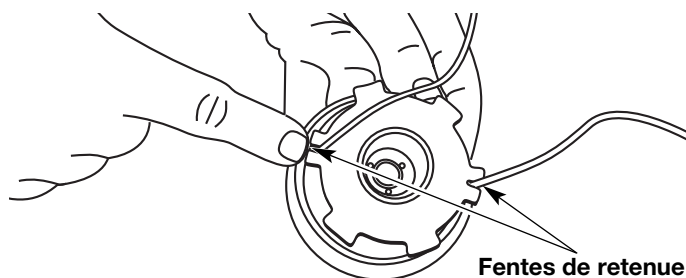

Fig. 22
- Insérez les extrémités du fil dans les deux fentes de retenue (Fig. 22).